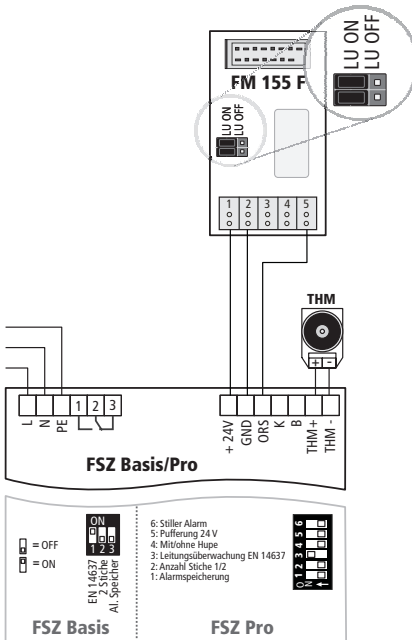

Abb. 16: "1-Stich-Betrieb" für FM 155 F an FSZ Basis/Pro mit LÜ
- FSZ Basis/Pro: Abb. 14, 15 und Abb. 16